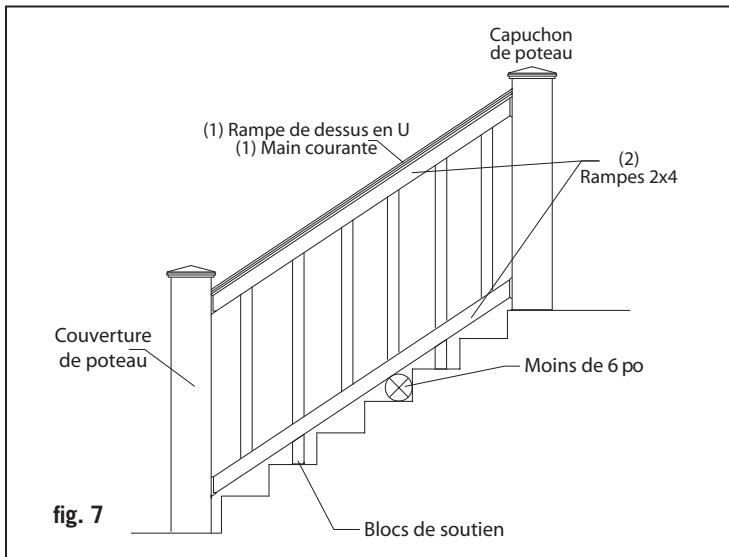

fig. 7
Étape 7 : Un bloc de soutien est nécessaire à tous les 2 pi de centre à centre. Pour une section de rampe de 6 pi, deux blocs de soutien en bois composite sont fournis. Consultez les codes de la construction afin d'en savoir plus sur l'espacement maximal entre les marches qui mesurent habituellement moins de 6 po. Une balle de 6 po ne peut pas passer dans le triangle formé par la rampe du bas, le giron de marche et la contremarche (voir fig.7). Taillez les blocs de soutien à hauteur désirée et placez les à distance égale de chaque poteau. Prépercez le dessous de la rampe du bas 2x4 et les bouts de chaque bloc de soutien avec une mèche de 1/8 po. Fixez les blocs de soutien à la rampe avec les vis d'articulation.